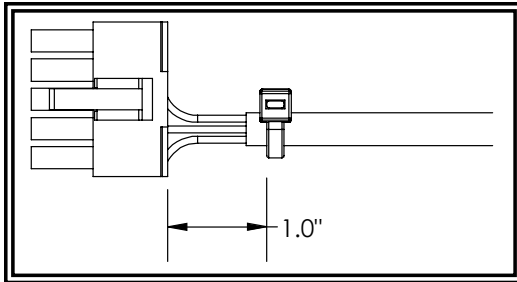

Figure 4
7. Placez l'attache à glissière à 1,0 po. de la base des connecteurs indiqués à la figure 4. L'attache à glissière ne doit pas glisser sur le cordon.